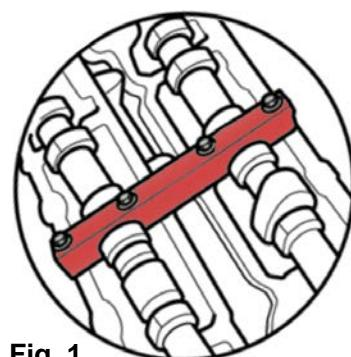

Fig. 1
- Appliquez les outils de calage d'arbre à came sur les rangées de cylindres de gauche et de droite (Fig. 1). Les marques sur les pignons des arbres à cames doivent être alignées.